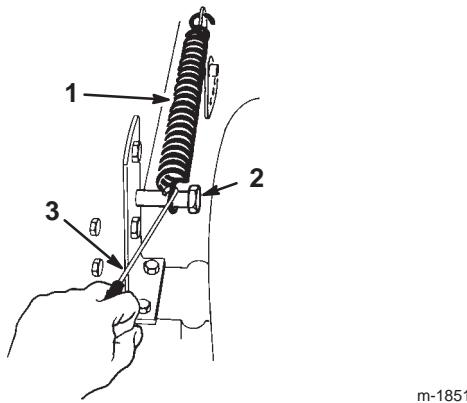

Bild 32
9. Entfernen Sie die Feder des Schnitthöhenhubs mit dem mit dem Traktor mitgelieferten Federwerkzeug von der Befestigungsschraube (Bild 32).